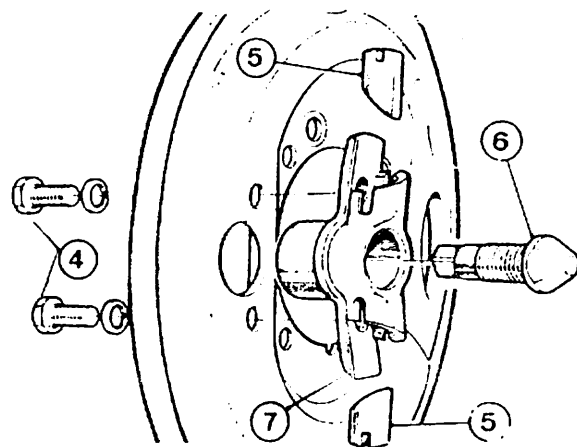

Fig. 7D.2-4
Monte el mecanismo de ajuste de zapatas (Fig. 7D.2-4), dejando los tornillos (4) sin apretar a fondo.